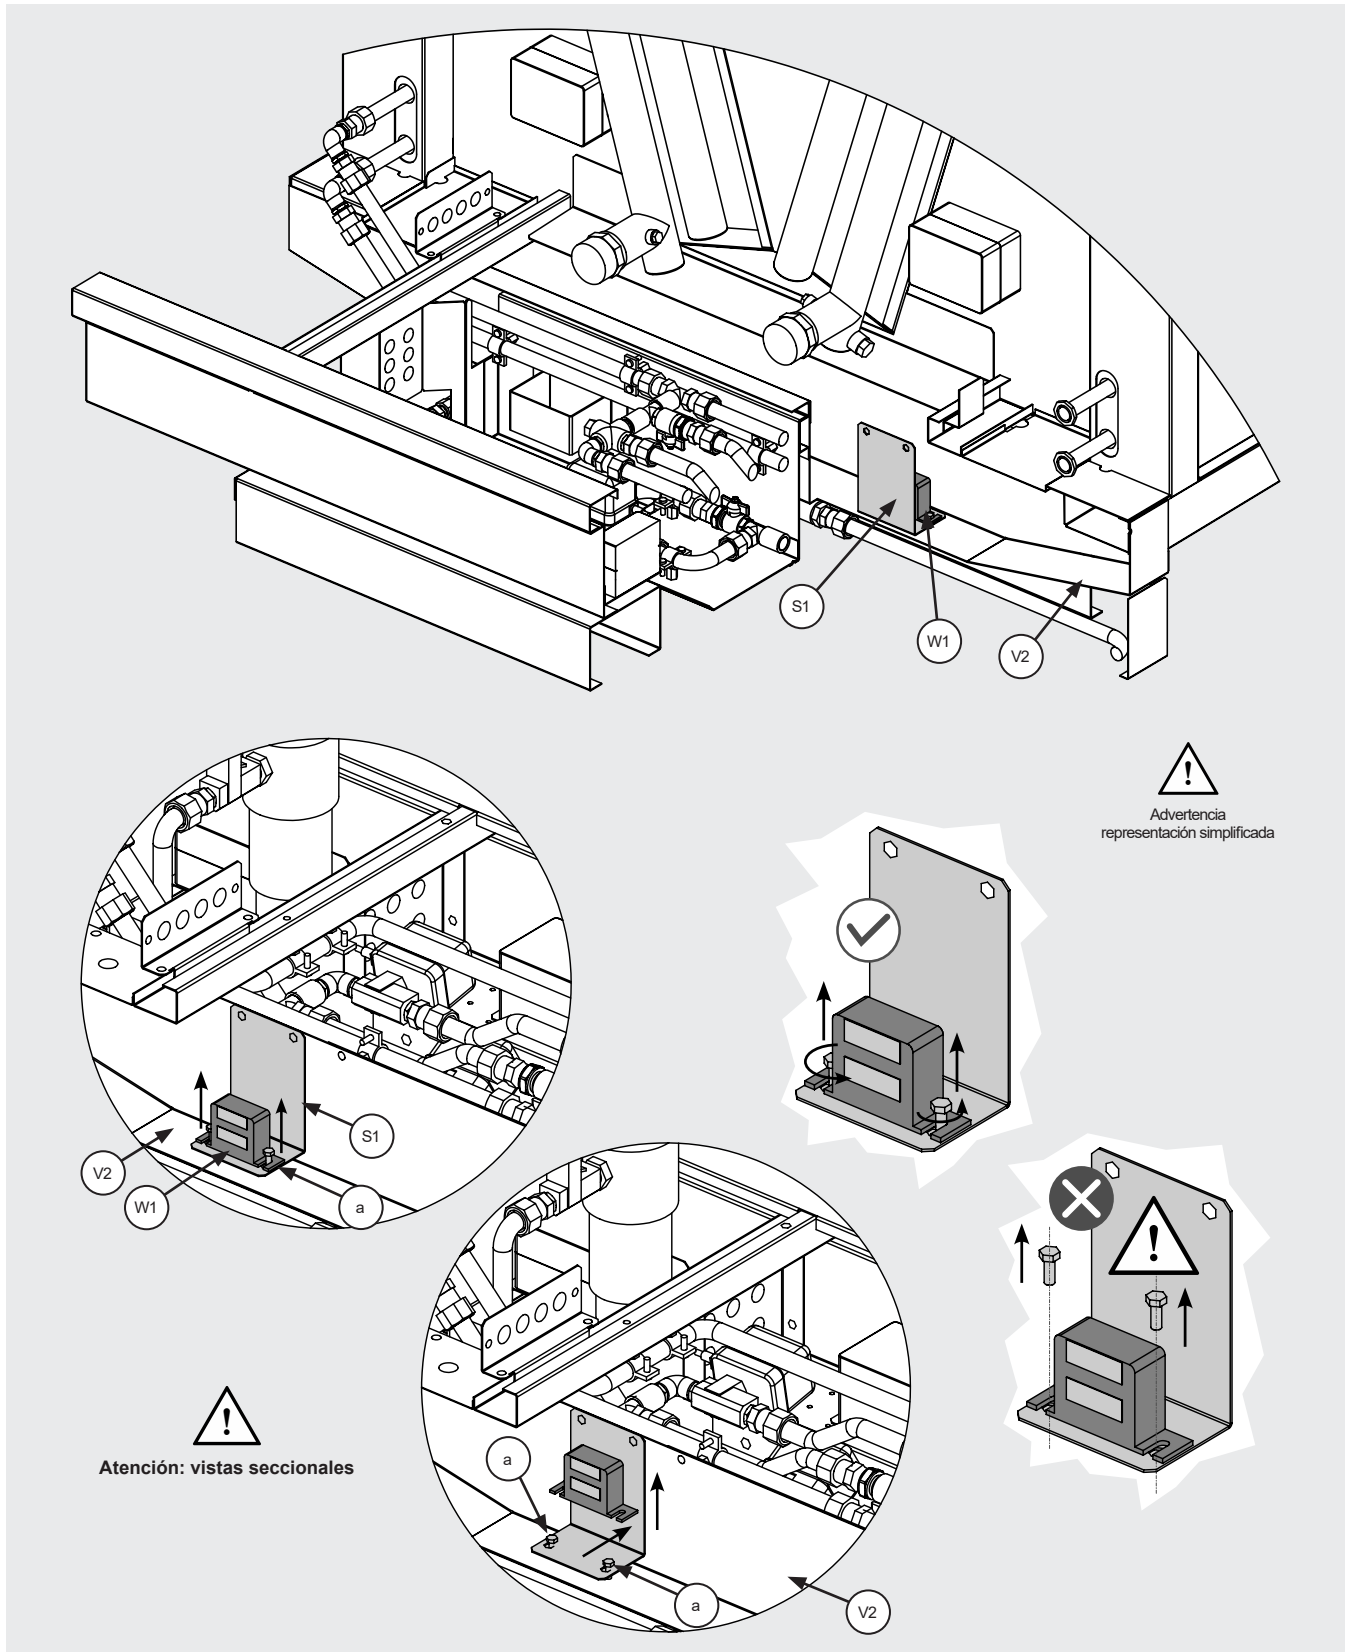

Figura 28
12.16.4 Para sustituir el interruptor de nivel (W1), consulte la Figura 28. (W1) está alojado sobre un soporte (S1) que lo mantiene en su sitio.